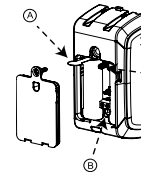

Figure 1: Options d'enregistrement
- Retirez la languette pour démarrer la procédure d'enregistrement automatique. Voir A sur la Figure 1.
Remarque: si l'appareil ne s'enregistre pas automatiquement, vous avez le choix entre appuyer sur le bouton d'enregistrement, rétablir l'autoprotection, et saisir le numéro d'identification de l'appareil dans la centrale. Voir B sur la Figure 1 pour connaître l'emplacement du bouton d'enregistrement, et C sur la Figure 1 pour connaître l'emplacement du système de rétablissement de l'autoprotection.